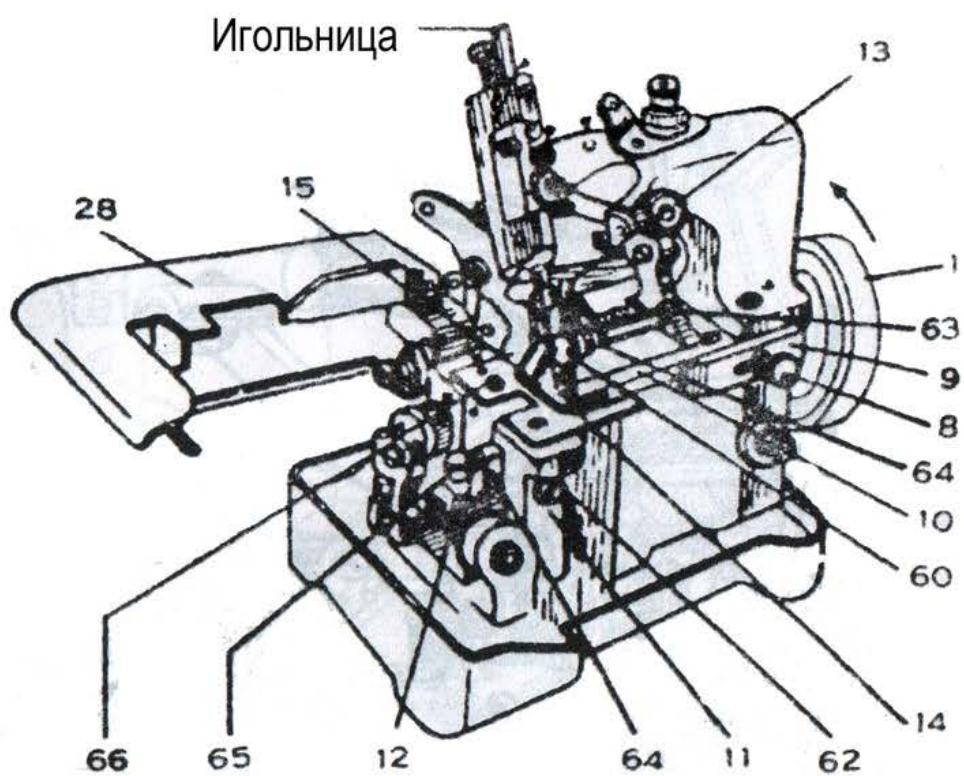
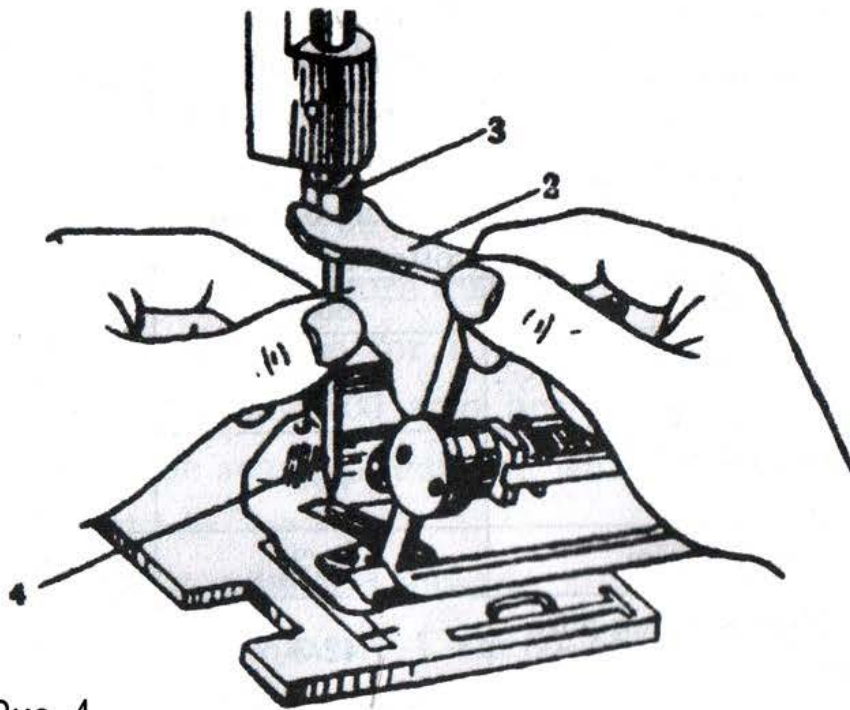

Рис. 1
Рис. 4
Чтобы обеспечить длительный срок эксплуатации машины, следует первое время, в течение месяца, работать на ней на скорости, не превышающей 2500 об/мин. После этого скорость можно увеличить до 3000 об/мин, в зависимости от прошиваемого материала. Балансир машины следует вращать вовне (см. Рис. 1).
После того, как Вы определили необходимый номер иглы и нити для прошиваемого Вами материала, проверьте, установлена ли в машине игла нужного размера. Сначала поверните балансир (1) по часовой стрелке, как показано на Рис. 1, до тех пор, пока игольница не окажется в самом высоком положении. Ослабьте винт зажима иглы (3) (Рис. 4), поставляемый вместе с машиной, и замените иглу (4) на ту, которая подходит для данного прошива. Убедитесь в том, что:
Для регулировки ширины стежка необходимо одновременно отрегулировать положения как ножа, так и петельного штифта. Сначала ослабьте винт (8) на защитной скобе ножа (как показано на Рис. 1), и переместите защитную скобу ножа (9) вправо, вместе с гардой ножа (10). Затем ослабьте винт (11) штатива нижнего ножа (11) отвёрткой и поверните регулировочный винт (12) вручную так, чтобы передвинуть штатив нижнего ножа в левую или правую сторону для достижения необходимого положения.
2. Замена лезвия (Рис. 1)
Правой рукой затяните винт ножа (63). Наконец, передвиньте скобу гарды ножа (9) влево, так, чтобы левый конец гарды ножа (10) (Рис. 1) слегка касался верхнего лезвия (13), после этого затяните винт (8) скобы гарды ножа.